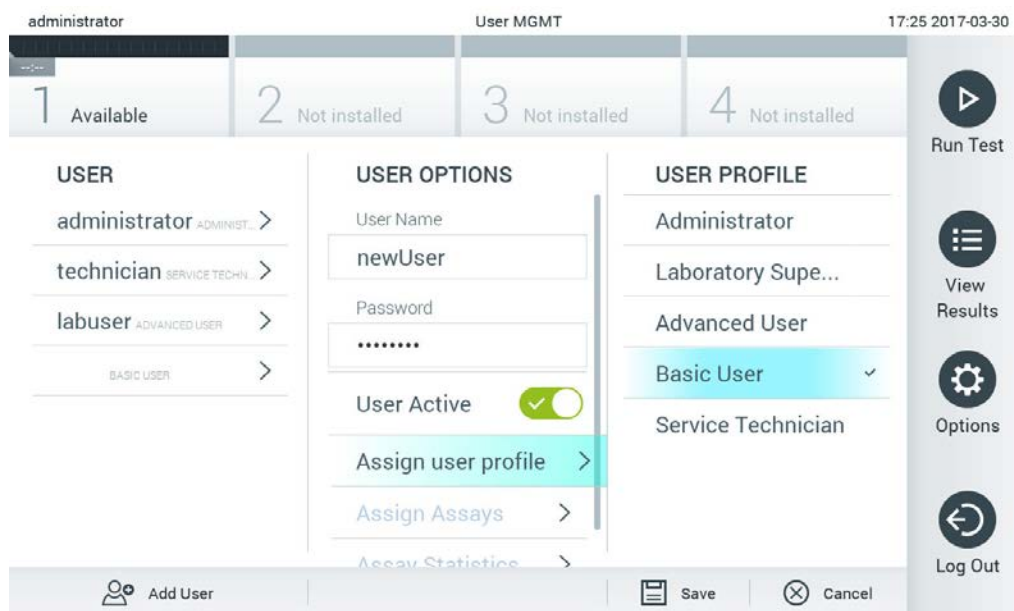

Figure 58. Attribution d'un profil d'utilisateur à un nouvel utilisateur.
- Appuyez sur Assign User Profile (Attribuer le profil d'utilisateur) et attribuez le profil d'utilisateur qui convient (à partir de la liste à droite de la zone de contenu) à l'utilisateur concerné (figure 58).